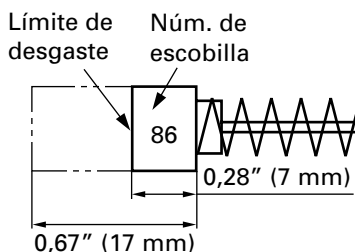

Fig. 7
3. Inspeccionar los carbones de contacto (Fig. 7)
NOTA: Utilice las escobillas HITACHI Núm. 86 indicadas en la Fig. 7.
Afloje el tornillo (perno de cabeza hexagonal M4 × 12) de la cubierta de la tapa, y extraiga ésta. (Fig. 7) Después de reemplazar las escobillas, apriete las tapas de las misma y por último, monte firmemente la cubierta de la tapa.